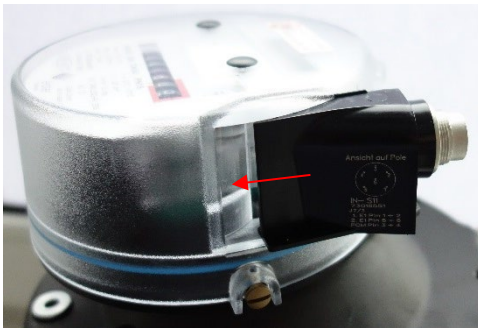

Abb. 1 | Installation IN-Sxx
- Die Impulsgebertypen IN-Sxx werden seitlich in die Halterung des Zählwerkskopfes hineingeschoben, bis sie einrasten (siehe Abb. 1).